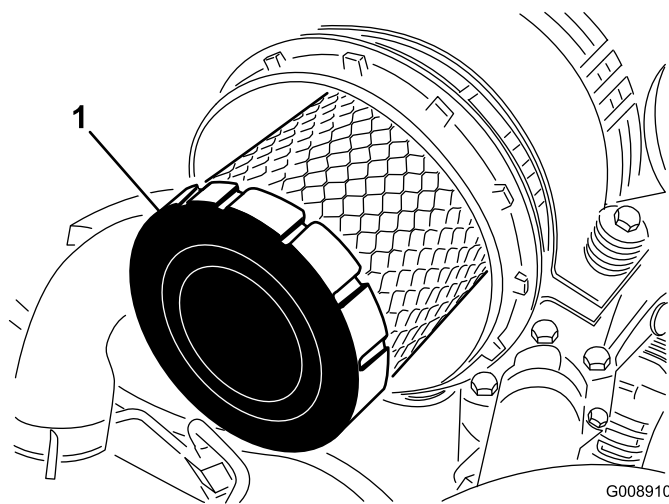

Figura 57
4. Retire e substitua o filtro principal (Figura 57).